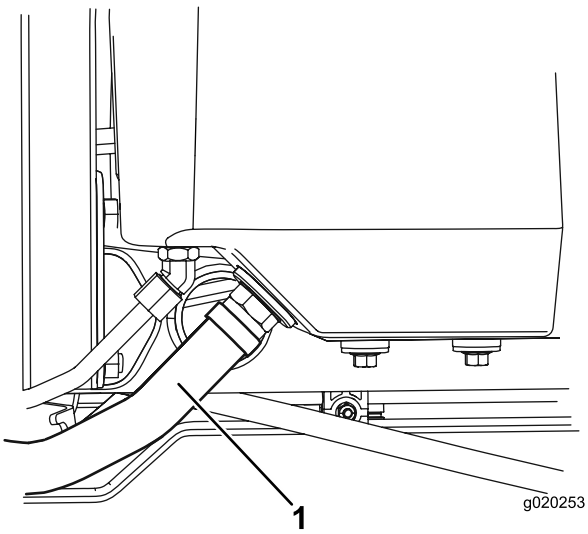

Figura 78
2. Desligue o tubo hidráulico grande (Figura 78) do reservatório e deixe o fluido hidráulico escorrer para um recipiente.